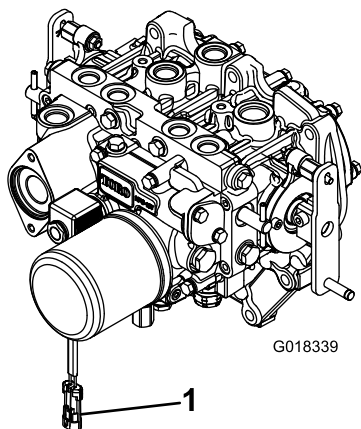

图 3
2. 将线束接头从 PTO 电磁头阀门线圈连接器断开图 3。
8. 在将驱动轴的另一端连接到附件齿轮箱轴上之后应将线束接头连接至 PTO 电磁头阀门线圈连接器图 3。